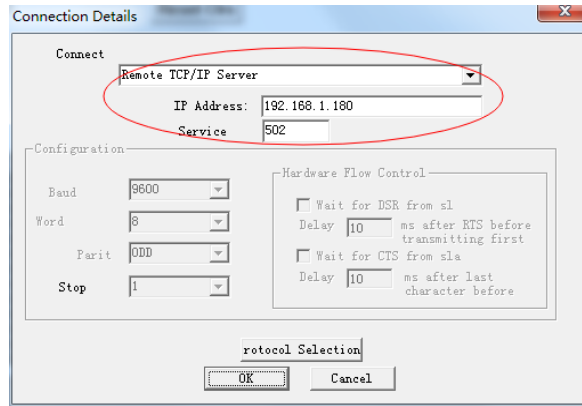

图 1
2. 选择菜单 Connection/Connect, 选择 Remote TCP/IP Server, 输入 QSK NET-LQ 的 IP 地址, Service 端口为 502; 点击[OK]按钮, 如图 1 所示。